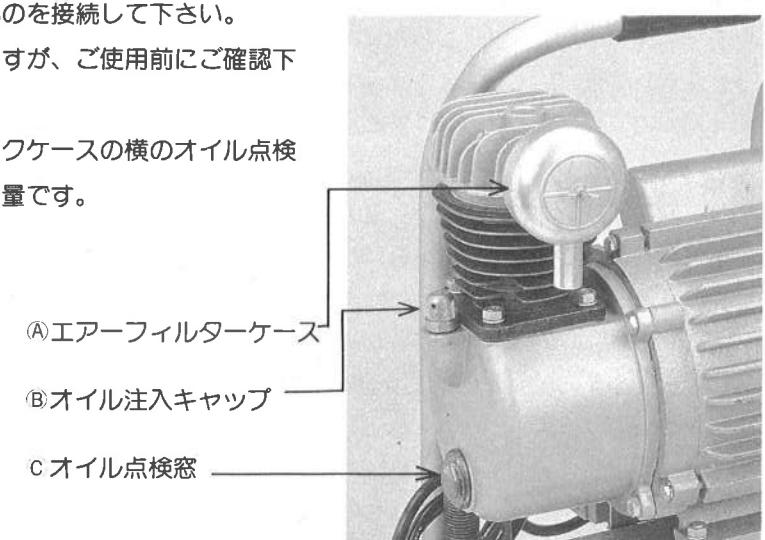

図1
- 輸送中の破損防止のため、エアーフィルターケース④を本体から抜いて、袋に入れてあります。ご使用前にエアーフィルターケースを必ずセットして下さい。(図1参照)
輸送用に穴のないキャップがついています。使用前に袋の中に入っている通気穴のあるキャップ⑤と交換して下さい。(図1参照)
①オイルの点検は、オイル点検窓④で確認して下さい。(図1参照)
②オイルの適量は点検窓のセンターの●印です。(図1参照)
オイルの注入は、オイル注入キャップ⑤を抜いて、注入して下さい。オイルはSAE20又は30が適しています。(図1参照)
オイルを抜くときは、オイル点検窓④を抜いてオイルを抜いて下さい。(図1参照)